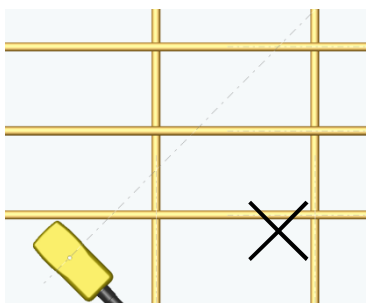
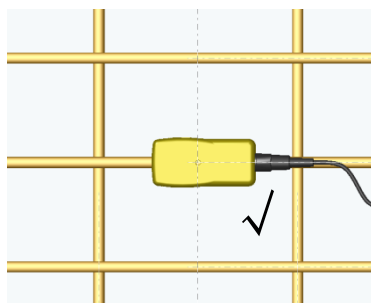

图 5.6
图 5.7
- 3) 扫描方向应垂直于钢筋走向（如图 5.7），否则可能会造成误判（如图 5.6）。